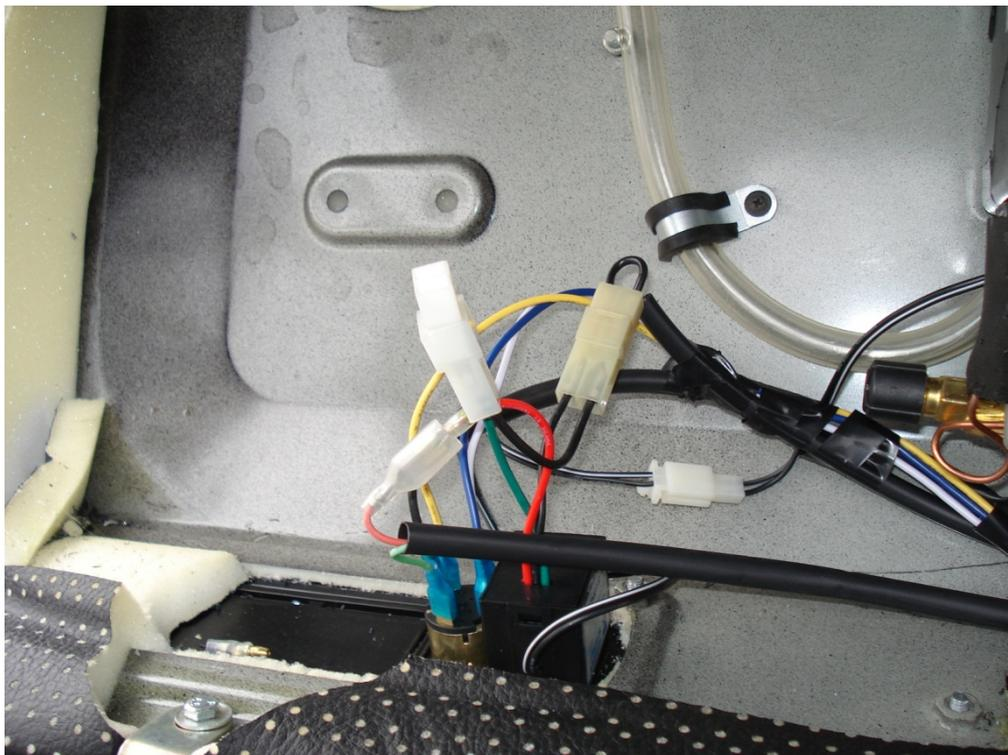

Рис. 15
- 6.1. В откидном потолке просверлить два отверстия  $D=11\text{мм}$  установить термостат и переключатель оборотов вентилятора. Подсоединить их к жгуту. (Рис. 15)